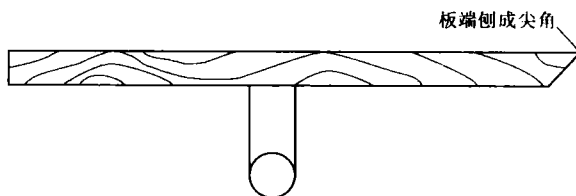

图 1-1 托灰板
(2)工具:筛子、手推车、铁板、铁锹、平锹、灰勺、水勺、托灰板(图 1-1)、木抹子、铁抹子、阴阳角抹子、塑料抹子、刮杠、软刮尺、软毛刷、钢丝刷、长毛刷、鸡腿刷、粉线包、钢筋卡子、小线、喷壶、小水壶、水桶、扫帚、锤子、鑿子等。